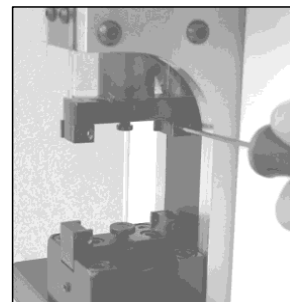

Fig. 9.01
- Desserrez la barrette d'une coté avec la clé 6-pans 2mm (Fig. 9.01)